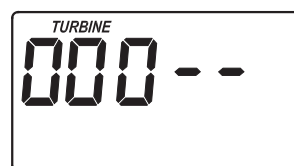

FIG. 13
1. Appuyez sur la touche « PROGRAM » maintenez-la enfoncée pendant quelques secondes, jusqu'à ce la mention « 000-- » s'affiche, tel qu'illustré à la figure 13.